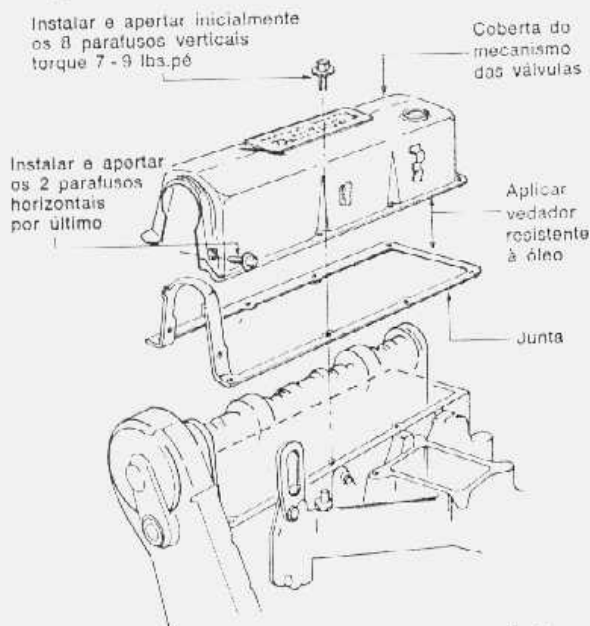

fig. 13 — Instalação da cobertura do mecanismo das válvulas
Instruções para remoção e instalação da cobertura do mecanismo das válvulas e/ou junta estão contidas na fig. 13.
Seguir as instruções contidas na fig. 13 para a correta instalação da cobertura do mecanismo das válvulas.
4. Instalar a cobertura do mecanismo das válvulas conforme instruções contidas na fig. 13.